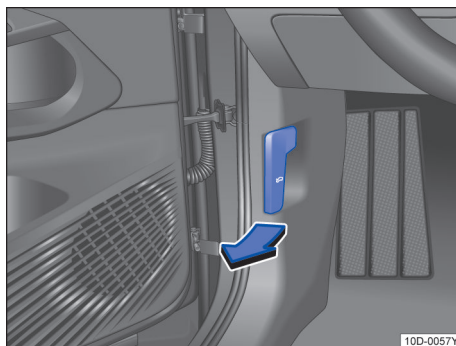

图 134 驾驶员侧脚部空间：前舱盖解锁手柄
- 在车内沿图示箭头方向拉动前舱盖解锁手柄 → 图 134，前舱盖会在弹簧机构的作用下稍稍弹开。